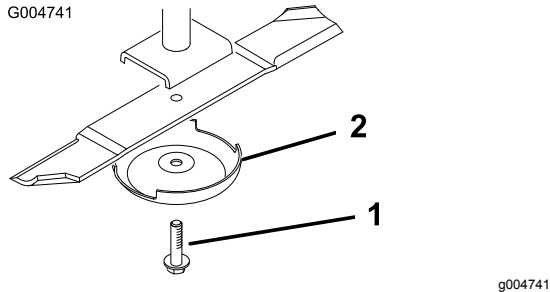

Figura 110
2. Sujete el extremo de la cuchilla usando un paño o un guante grueso. Retire del eje de la cuchilla el perno de la cuchilla, el protector de césped y la cuchilla (Figura 110).